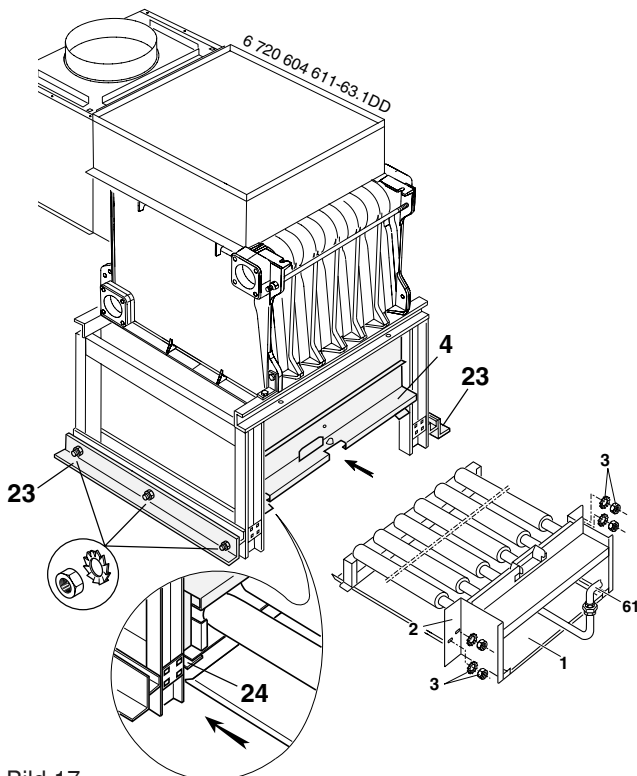
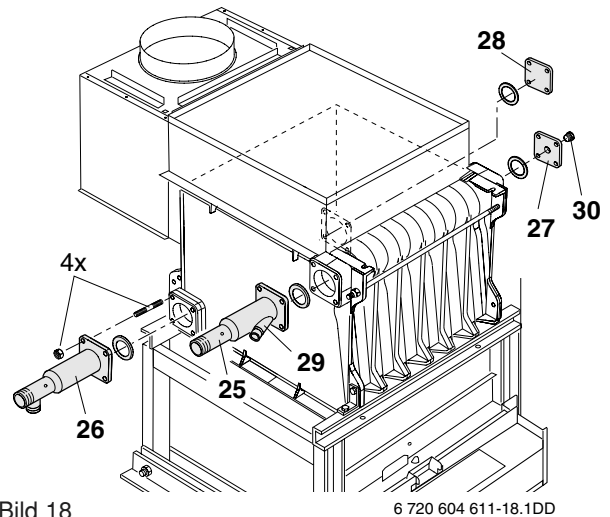

Bild 17
Bild 18
Empfehlung: Die Gasstraße (61) mit Zündbrenner (siehe Bild 30) sofort, oder vor dem Wiedereinbau nach Bild 17 von der Brennergruppe (2) trennen. Durch diese Maßnahme wird die Weitermontage ab Bild 18 erleichtert.